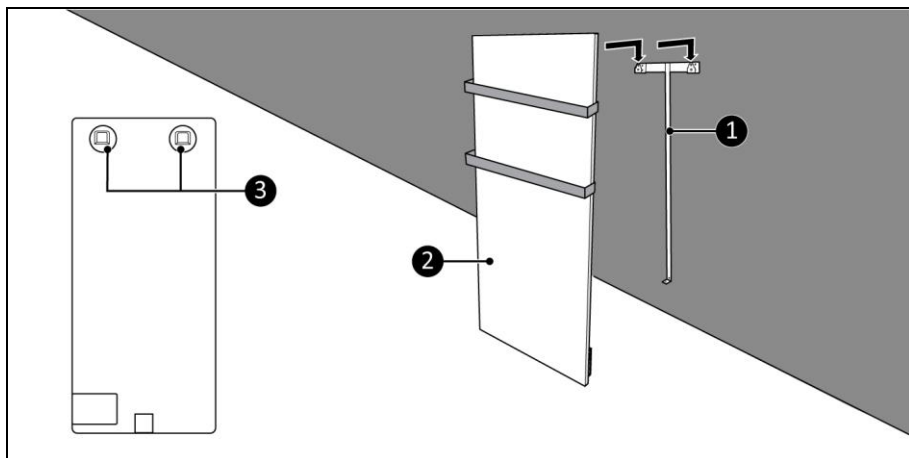

Figur 7
4. Placer vægbeslaget mod væggen, og marker de fem huller (Figur 7).
6. Indsæt rawlplugs (Figur 7, pos. 3).
7. Skru og stram vægbeslaget (Figur 7, pos. 1) fast på væggen med fem store skruer (Figur 7, pos. 2) ved hjælp af en stjerneskruetrækker (Figur 7, pos. 4).